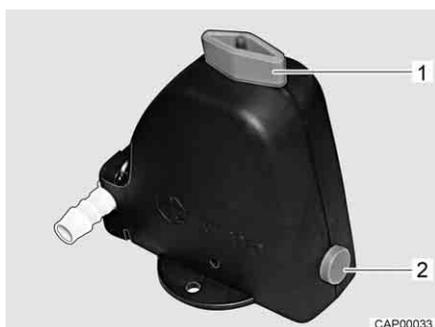

Fig. 229 Valvola di sicurezza/di scarico (Truma)
- Chiudere la valvola di sicurezza/di scarico (Truma). A tal fine ruotare la manopola (Fig. 229,1) verticalmente rispetto alla valvola di sicurezza/di scarico e premere verso l'interno il bottone automatico (Fig. 229,2). Con temperature inferiori a 6 °C non è possibile chiudere la valvola di sicurezza/di scarico. Per questo motivo è necessario inserire il riscaldamento dell'abitacolo ed aspettare che la temperatura della valvola di sicurezza/di scarico salga sopra gli 6 °C.